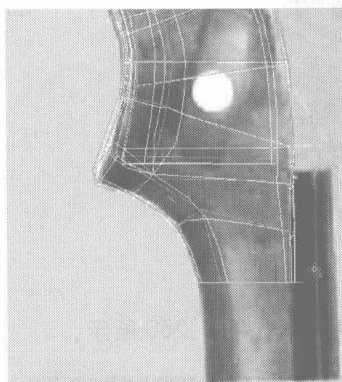
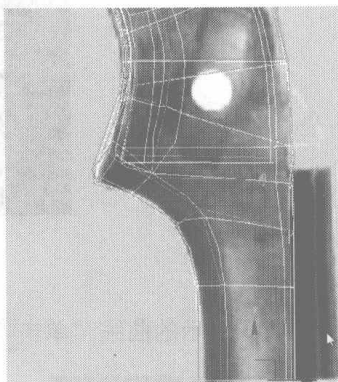

图 5.257
图 5.258
- 25** 选择如图 5.257 所示的曲线，按住 Shift 键向下拖动，复制出边沿，如图 5.258 所示。